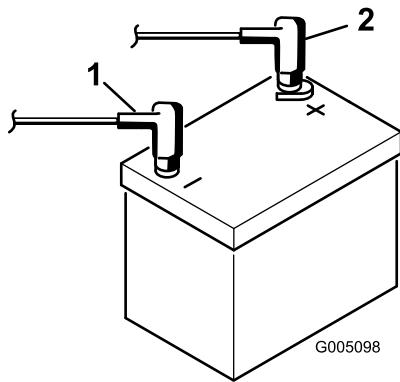

図 6
2. スタータからの赤いケーブルを端子に固定する図6。レンチで締め付けて固定し、ワセリンを塗布する。運転席を一番後ろの位置にセットしたときでも運転席がケーブルに干渉しないことを確認する。干渉するとケーブルが破損する。